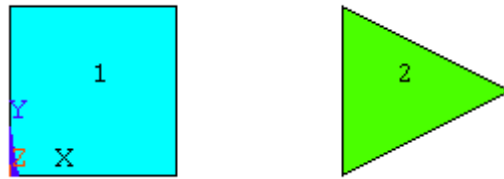

图2.44 选择节点定义单元
(1) 单击 **Main Menu>Preprocessor>Modeling>Create>Elements>Auto Numbered>Thru Nodes** 菜单，弹出图形拾取对话框。
(2) 用鼠标在视图窗口中依次选择节点 1、2、6 和 5，然后单击 **【Apply】** 按钮即生成了单元 1；再次用鼠标在视图窗口中依次选择节点 3、4 和 7，然后单击 **【OK】** 按钮，即定生成单元 2。如图 2.44 所示。